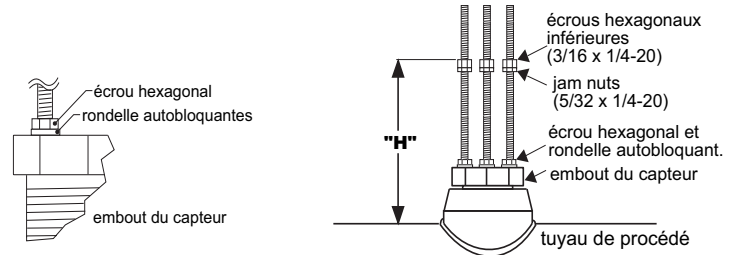

Fig. 4
- Visser un écrou hexagonal sur chacune des trois tiges filetées incluses dans le paquet. Installer la tige filetée avec une rondelle autobloquante sur l'embout du capteur. S'assurer que les tiges filetées sont bien en place en vissant chaque écrou hexagonal jusqu'à toucher l'embout du capteur. (Fig. 4)